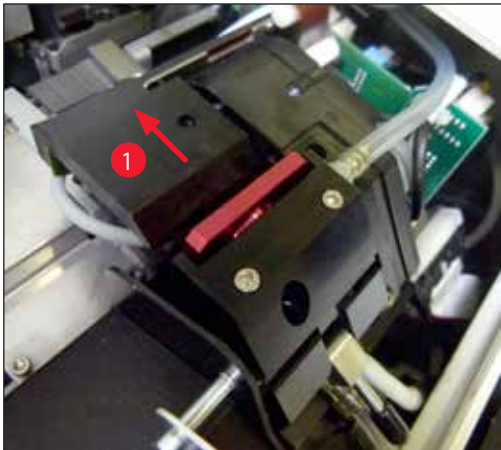

图 51
2. 打印头 (→"图 51-1") 向上移动到距离密封缘 (→"图 51") 大约 1 cm 的位置。